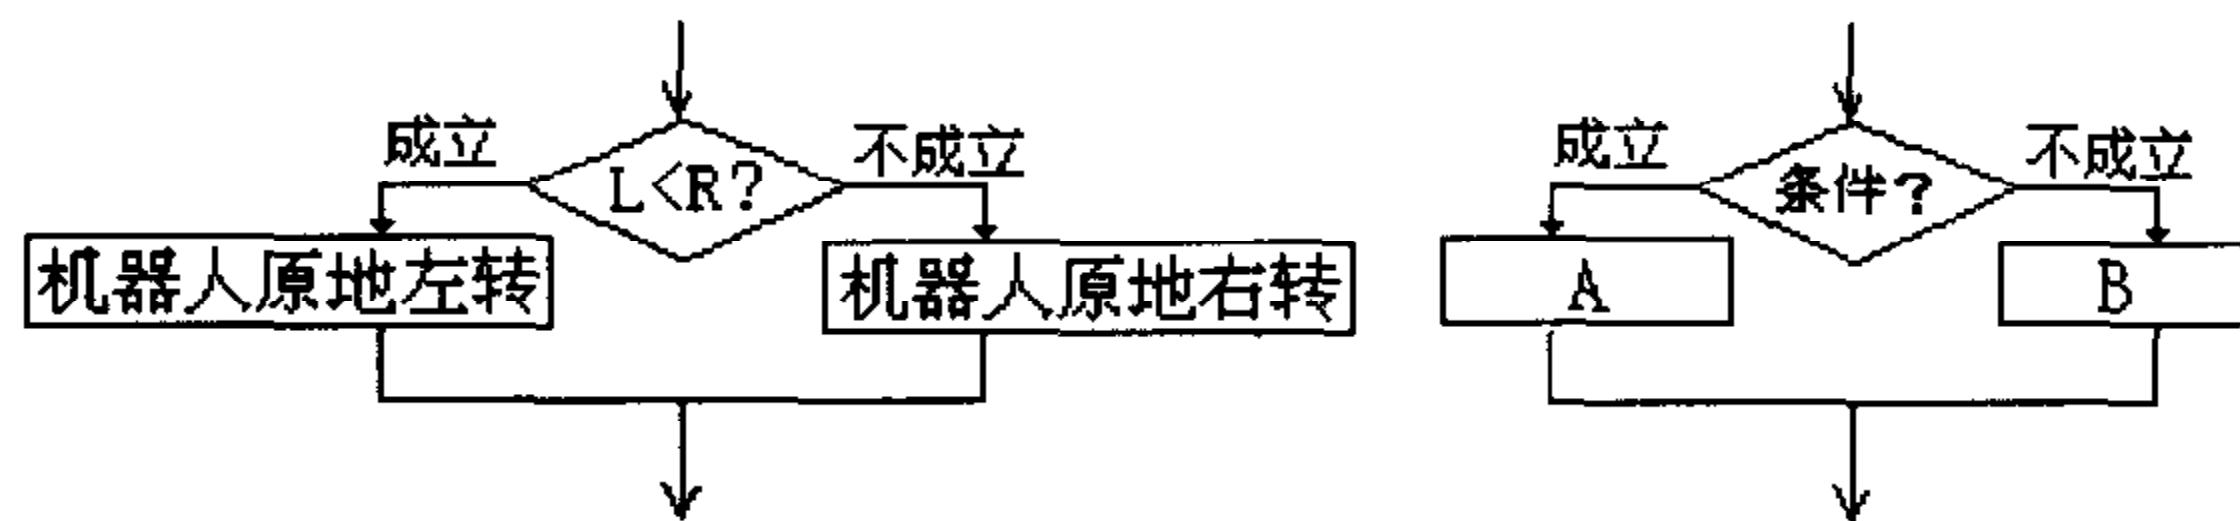

图 3.10 “走向光明”选择结构流程图
1. 思路：当程序检测到光敏传感器的信息后，判断左、右方向哪边光线强，若左面光线强向左面走，右面光线强向右面走。部分程序结构流程图如图 3.10 所示。
在如图 3.10 所示的流程图菱形框中，如果条件成立，执行矩形框中程序段 A，否则执行矩形框中的程序段 B。程序根据条件成立与否执行了不同的内容后继续执行下